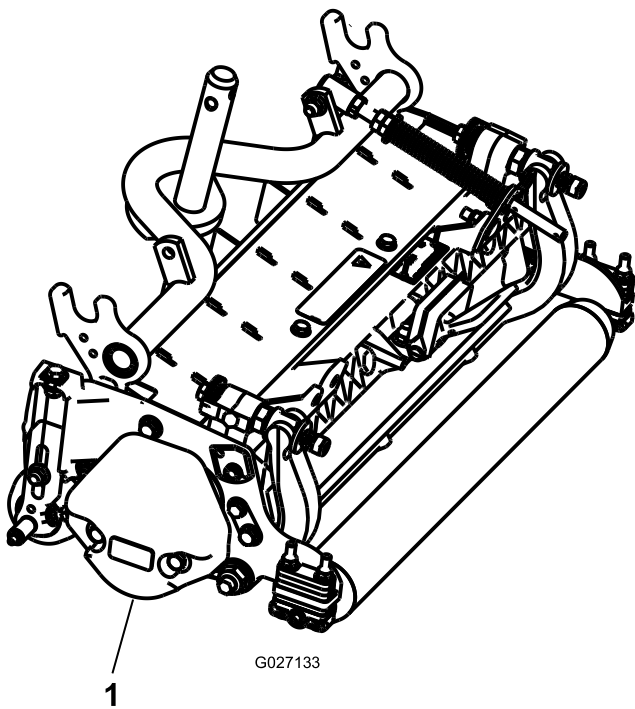

Bild 4
3. Stellen Sie sicher, dass das Gegengewicht (Bild 4) am richtigen Ende der Schneideinheit montiert ist, wie in den *Installationsanleitungen* des Gegengewichts beschrieben.